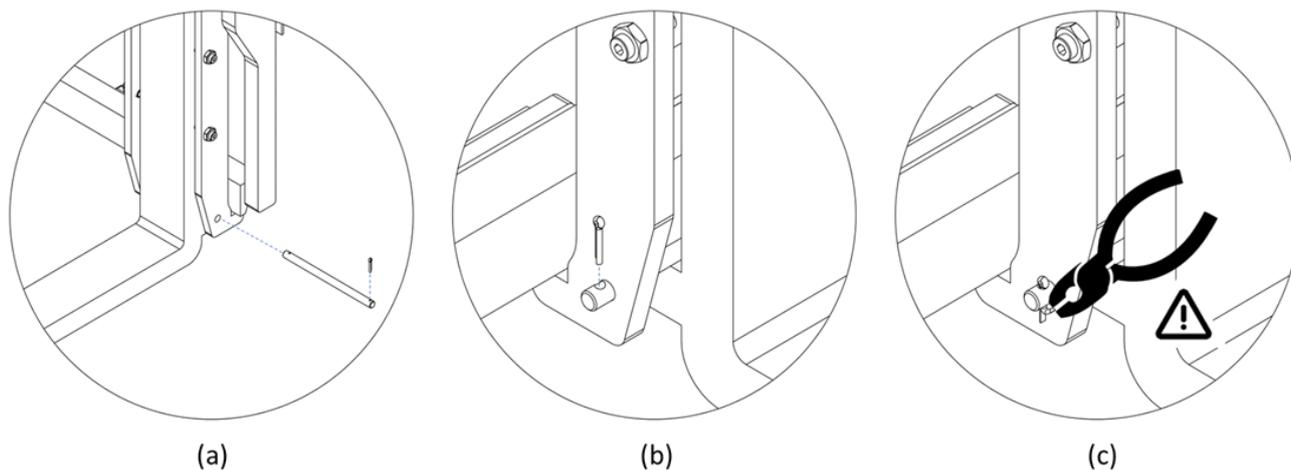

Figura 12
1. Inserte los pasadores de fijación de los ganchos de las horquillas inferiores y compruebe que el gancho de la horquilla esté bloqueado por el pasador (mira *Figura 12, a*).
2. Inserte el pasador de seguridad en los orificios a ambos lados del pasador (mira *Figura 12, b*).
3. Doble uno de los dos bordes de ambos pasadores con el uso de unos alicates y asegúrese de que no puedan salir (*Figura 12, c*).